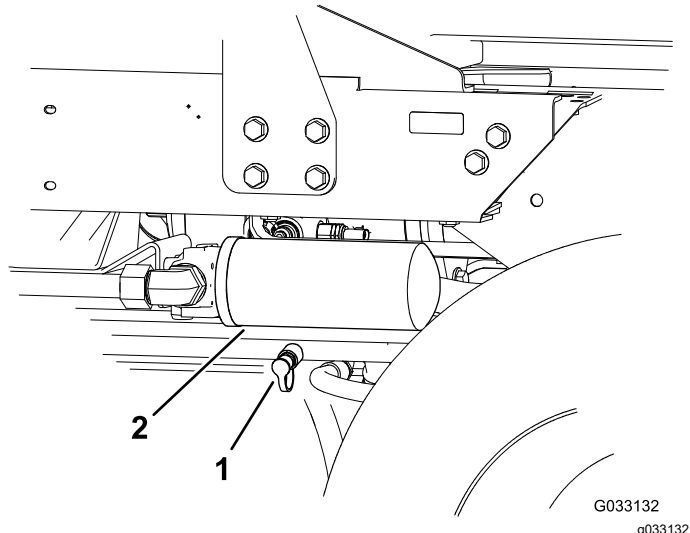

Bild 76
2. Schließen Sie einen Hydraulikschlauch zwischen dem eingebauten Diagnose-Anschlussstück im Heckantriebverteiler und dem Testanschluss für den Rückwärtsantriebsdruck (Bild 76) an.